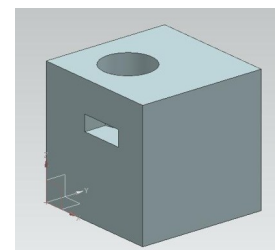

рис.72
- В рабочем поле останется **только** изображение *отображаемой детали* (рис.72).